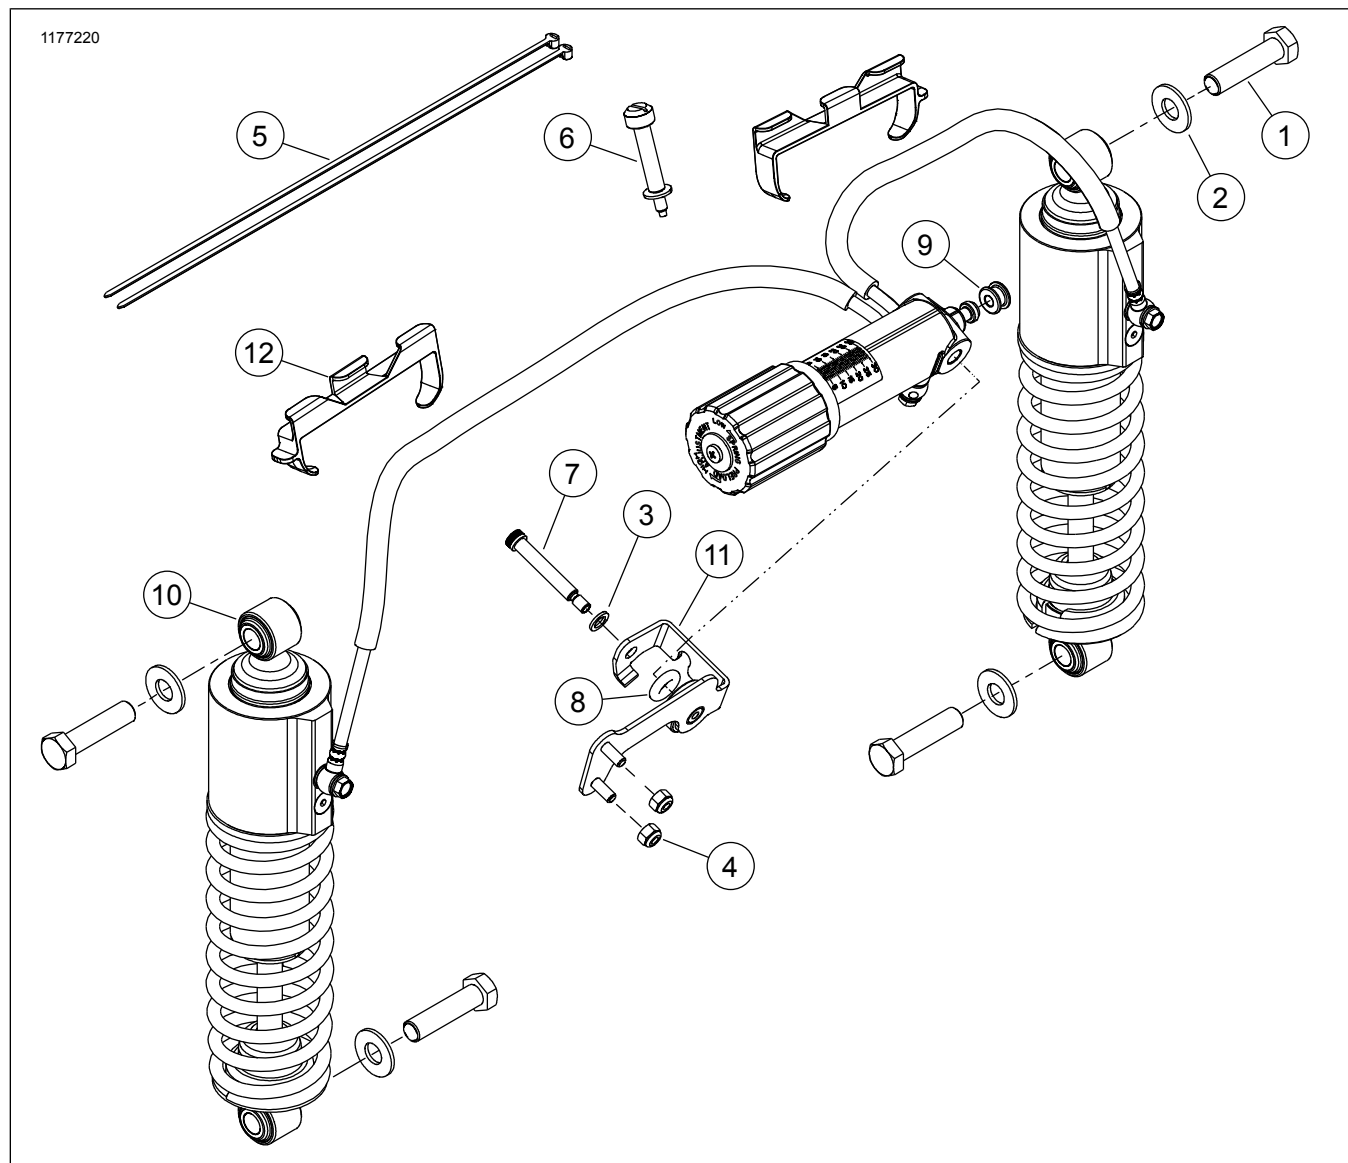

Figure 7. Pièces de rechange
Voir Figure 7. Appuyer l'œillet (9) sur la base du régléur.
2. Placer le joint torique (8) à l'intérieur de la coupelle dans le support de montage du régléur (11).
- Poser la rondelle (3) et la vis à épaulement (7). Serrer.